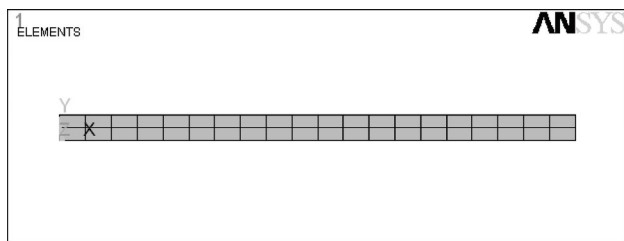

图 6-15 网格划分结果显示
11) 选择 Utility Menu | Plot | Elements 命令, ANSYS 显示窗口将显示网格划分结果, 如图 6-15 所示。